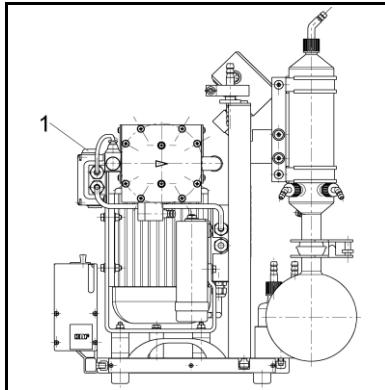

Abb. 17: Steuerungskasten des Trocknungssystems (System SBC860.40)
- Wird im aktuellen Evakuiervorgang die zyklische Trocknung der Pumpenköpfe gewünscht: Trocknungssystem am Netzschatzer des Steuerungskastens einschalten (siehe Abb. 16/1 oder Abb. 17/1).
Trocknungssystem am Netzschalter des Steuerungskastens ausschalten (siehe Abb. 16/1 oder Abb. 17/1, Seite 26).